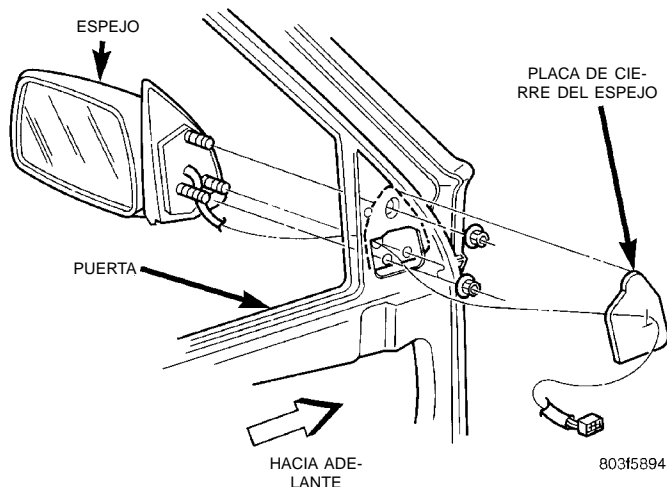

Fig. 4 Desmontaje/instalación del espejo automático
- (1) Desconecte y aisle el cable negativo de la batería.
- (2) Retire el panel tapizado de la puerta delantera, tal como se describe en Módulo de puerta en este grupo.
(3) Desenchufe el conector del mazo de cables del espejo eléctrico cromático, si el vehículo lo tiene instalado.
(4) Desengrampe los mazos de cables del espejo del panel interior de la puerta.
(5) Retire la placa de cierre del espejo (Fig. 4).